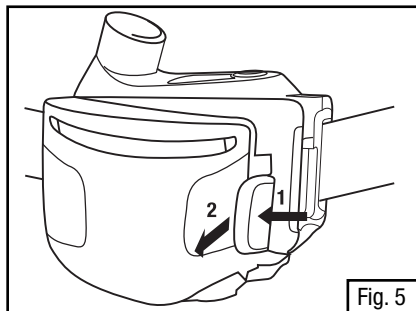

Fig. 5
- Appuyer sur le verrou du couvercle, situé du côté droit, puis soulever le couvercle (Fig. 5).